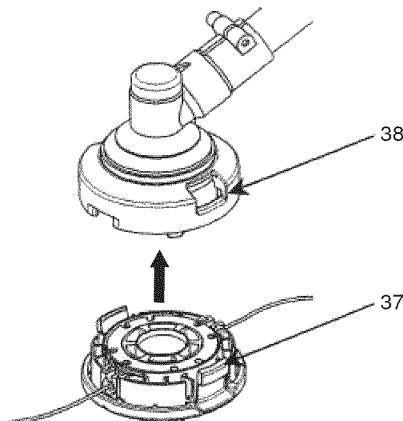

Fig. 33
(6) Coloque la cubierta sobre la caja de forma que las pestañas de bloqueo de la tapa (37) en la caja coincidan con los orificios grandes (38) de la tapa. A continuación, empuje la caja hasta que se oiga un clic. (Fig. 33)